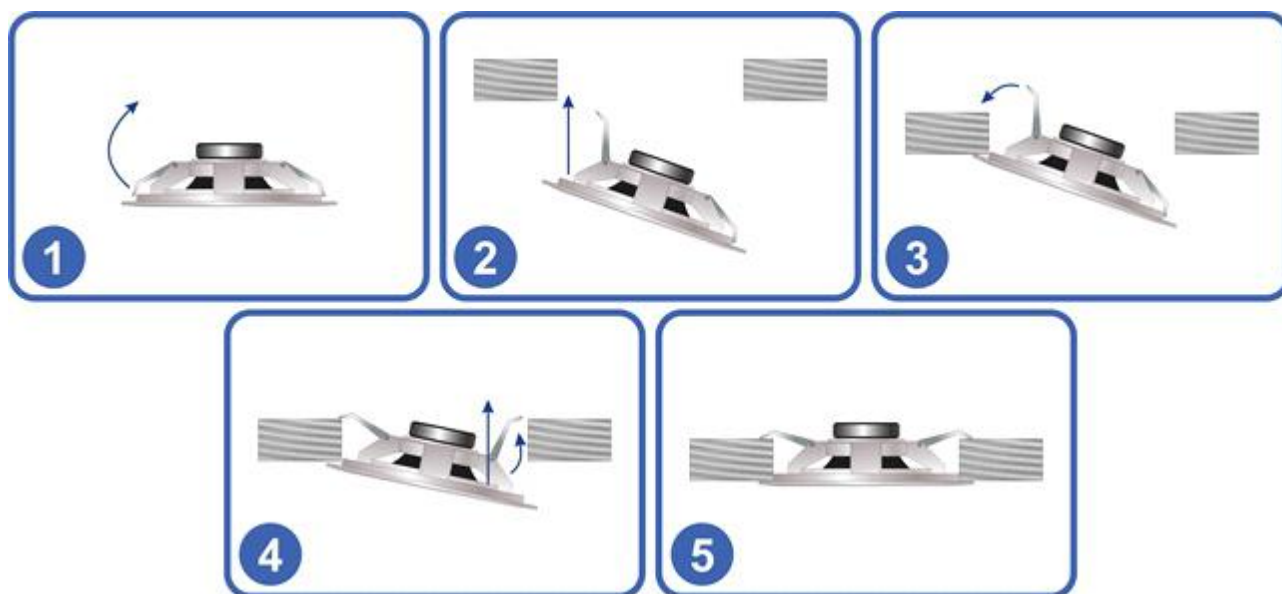

Рисунок 4
4.4 Для установки громкоговорителей необходимо: подключить провода кабеля линии связи к винтовым клеммам громкоговорителя, руководствуясь схемой на рисунках 3 и 4, сжать пружинные скобы крепления громкоговорителя и установить его в заранее подготовленное установочное отверстие диаметром 150 мм (рисунок 4).